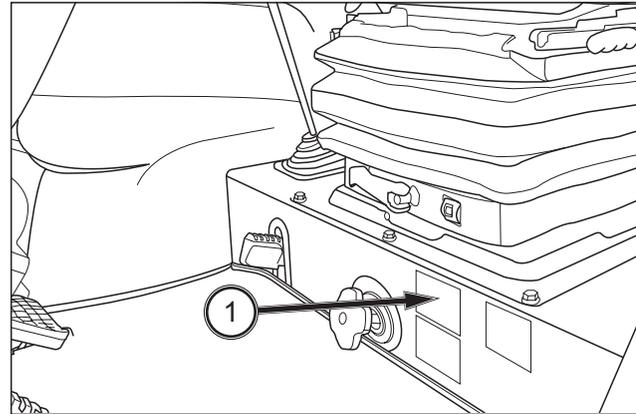

FIG. 29
**FIG. 29 et 30 :** Plaque d'identification du tracteur (1), située sous le siège du conducteur. La plaque d'identification contient le type de tracteur, le modèle, l'année de fabrication ainsi que le numéro de série.